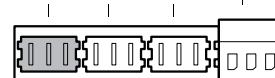

Fig. 35 Morsettiera - Pompa di riscaldamento esterna 230 V (collegamento colore verde).
- Se necessario, collegare la pompa esterna esistente (non la pompa del gruppo di collegamento) al morsetto verde PK (fig. 35).